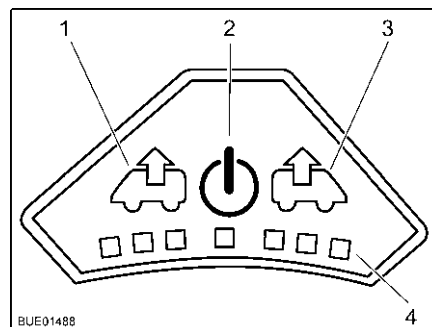

Bild 101 Fläkreglage
Slå på: ■ Tryck på på/av-knappen (Bild 101,2). Fläkten går i komfortläge (vädring med lägsta fläktvarvtal).
Avluftning: ■ För att höja fläktvarvtalet: Tryck på vädringsknappen (Bild 101,1). Fläktvarvtalet i vädringsriktningen ökar en nivå. Lampor (Bild 101,4) visar de olika nivåerna.
■ För att minska fläktvarvtalet: Tryck på ventilationsknappen (Bild 101,3). Fläktvarvtalet minskar en nivå.
- För att höja fläktvarvtalet: Tryck på ventilationsknappen (Bild 101,3). Fläktvarvtalet i ventilationsriktningen ökar en nivå. Lampor (Bild 101,4) visar de olika nivåerna.
- För att minska fläktvarvtalet: Tryck på vädringsknappen (Bild 101,1). Fläktvarvtalet minskar en nivå.
- Tryck på på/av-knappen (Bild 101,2). Fläkten stannar och lamporna släcks.